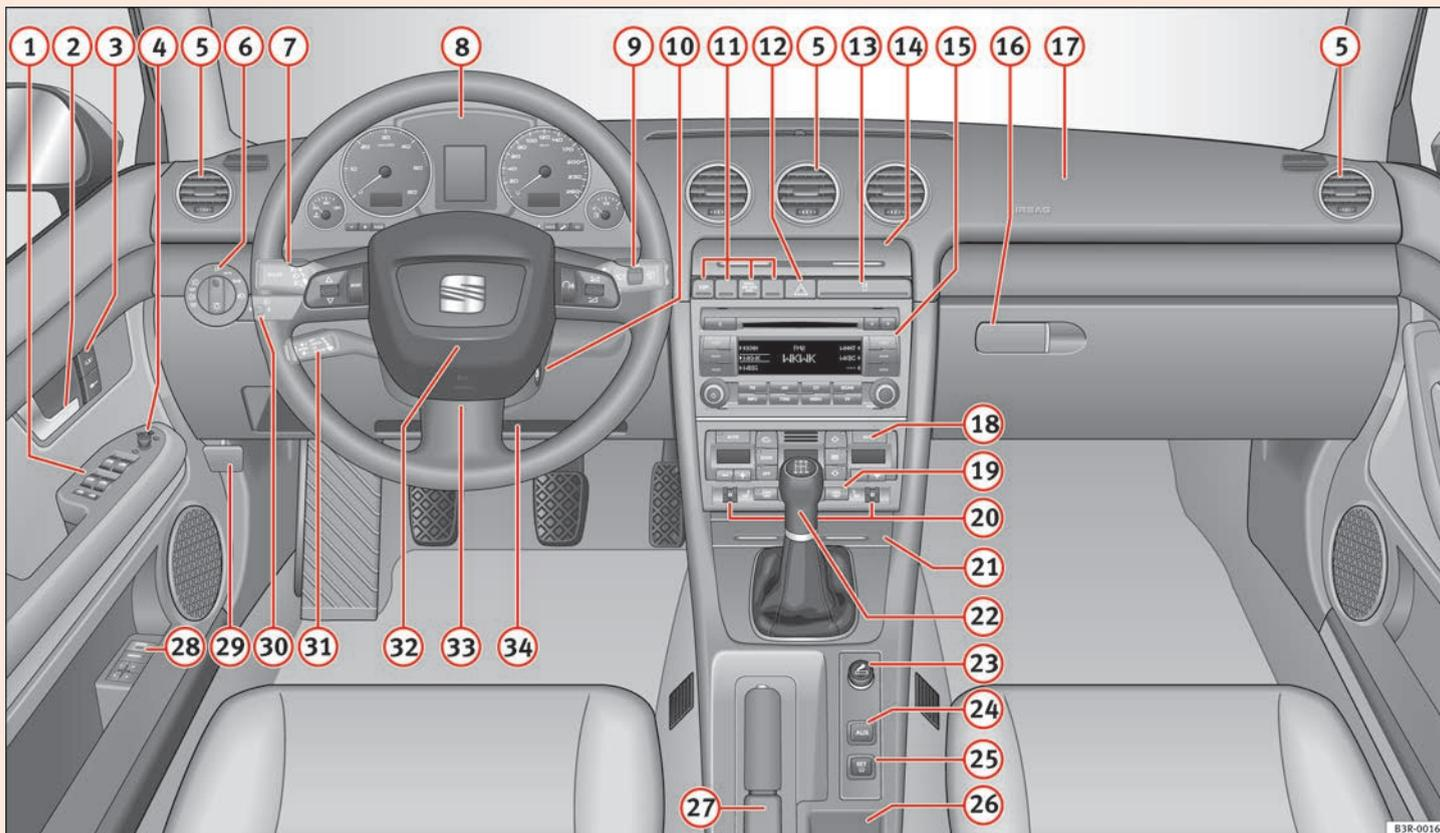

Fig. 36 Alguns dos equipamentos apresentados só existem em determinadas versões do modelo ou são equipamentos opcionais.
- Em veículos com volante à direita*, a disposição dos elementos de comando difere parcialmente da que se mostra na figura ⇒ página 58, fig. 36. Contudo, os símbolos dos comandos são os mesmos. ■